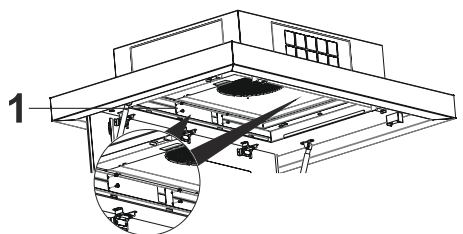

Abb. 16
- 6.** Den Befestigungsblech an die langen Seiten der Motorbox und der unteren Plattengruppe mit 3,5x6,5 Schrauben montieren.(Abb. 16).